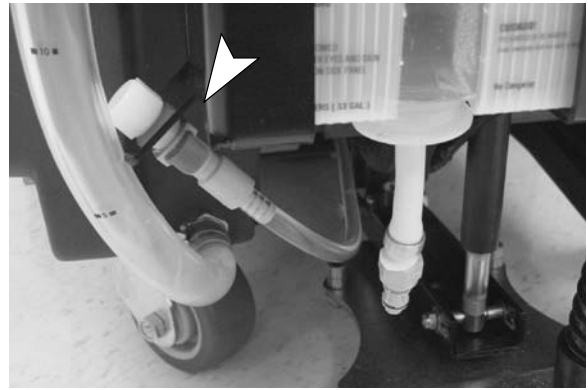

FIG. 13
3. Veillez à brancher le tuyau d'alimentation sur le bouchon de stockage du tuyau, quand celui-ci n'est pas utilisé (Figure 13). Ceci permet d'éviter que le système de solution FaST sèche et obstrue le tuyau d'alimentation.